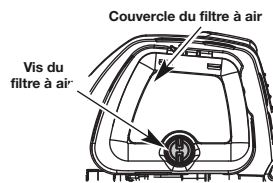

Fig. 27
- Ouvrez le couvercle du filtre à air en desserrant la vis du filtre à air (Fig. 27).